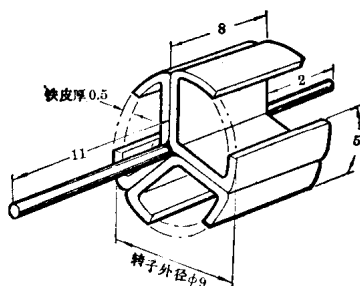

图 1-7
2. 电动机转子。制作时请参看图 1-7。
转子铁芯用 0.5 毫米厚的铁片按图 1-7 所示尺寸弯制,
转子轴用长缝衣针做。把缝衣针插进芯子轴孔，焊牢，并按图 1-7 所示尺寸把两头截去。用缝衣针作微型电机的轴有一个突出的优点，那就是它十分光滑圆整，旋转时阻力很小，转动十分灵活。